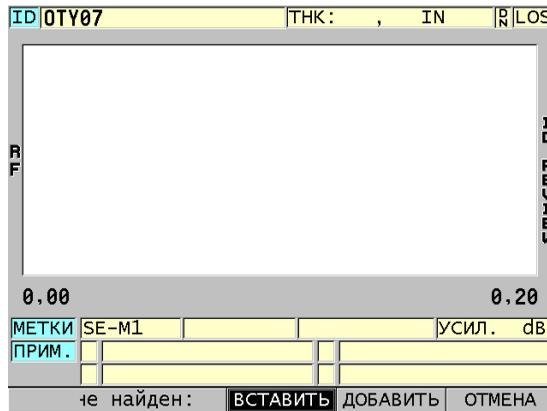

Рис. 11-29 Отредактированный ИД не найден в базе данных
6. Если отредактированный ИД не найден в базе данных, в справочном текстовом поле появляется сообщение (см. Рис. 11-29 на стр. 224). Выберите **ВСТАВИТЬ**, чтобы вставить новый ИД впереди активного ИД.